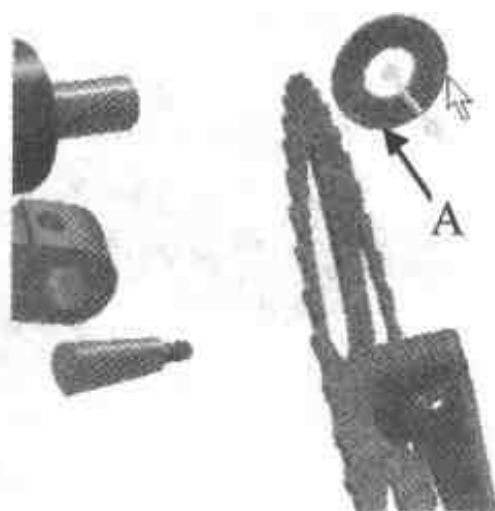

图 3.14 选择垫圈外圆
- (2) 在设计树中选择【垫圈】选项, 单击【无约束装配】按钮, 接着选择垫圈的外圆(A), 如图 3.14 所示。